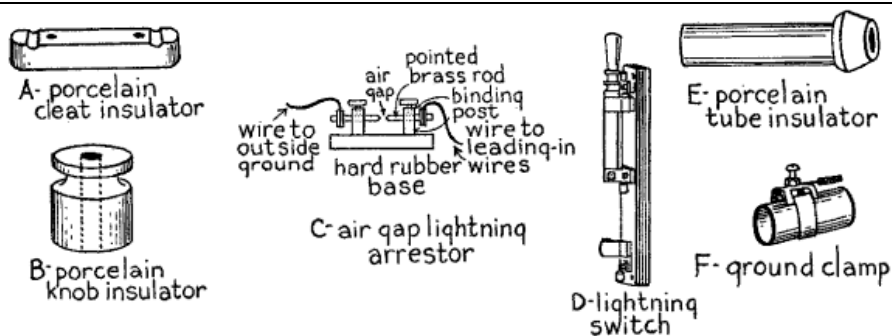

Fig. 5 – Material para una antena de hilo sencilla
Puede usarse hilo de cobre o aluminio de cualquier sección no inferior al *Nº 16 galga Brown & Sharpe*. Al adquirir el hilo se ha de comprar también el siguiente material: (1) dos aisladores de porcelana como los que se ven en el dibujo A de la Fig. 5; tres o cuatro aisladores de porcelana con la forma indicada en el dibujo B, (3) un descargador de chispas (a), ver C, o un interruptor de protección (b) ver C; (4) un tubo aislador de porcelana, ver E, y (5) una grapa de tierra, ver F.
La antena con dos hilos.— La antena con dos hilos da mejores resultados que la de un hilo único, y tres hilos mejor que dos, pero deben mantenerse separados. Para construir una antena se ha de disponer hilo suficiente del N° 16, o mejor del N° 14, de cobre o de aluminio, sólido o en cablecillo, (2) cuatro aisladores de porcelana, como los que se ven en el dibujo B de la Fig. 5, y (3) dos listones de una pulgada de grueso, tres pulgadas de ancho y tres o cuatro pies de longitud que harán de *separadores*, se taladra un agujero de $\frac{1}{8}$ de pulgada en cada extremo de cada uno. Se pasan los extremos de los hilos por los aisladores y después se cortan cuatro trozos de hilo de unos 6 pies de longitud, se pasan por los agujeros de los separadores de madera. Finalmente se enrollan los extremos de cada par de hilos a los extremos libres de los aisladores y después se retuercen los hilos entre ellos.